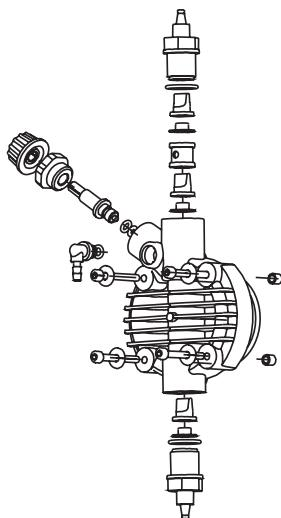

Fig. 10
2. Revise el funcionamiento de la bomba al menos cada 6 meses, así como la posición de los tornillos y de las juntas de impermeabilización. El control debe ser efectuado con más frecuencia en líquidos agresivos, prestando especial atención en la concentración de aditivo en la instalación. Su reducción podría ser debida al desgaste de las válvulas (en tal caso se deben sustituir siguiendo los pasos de la Fig.10) o al atasco del filtro, que se debe limpiar como se indica en el punto 3.
2. Como medida de prevención, saque toda el agua restante en el cuerpo de la bomba (**si se mezclará con el ácido sulfúrico generaría una gran cantidad de gas con el consiguiente recalentamiento de la zona e cuestión acarreando daños a la válvula y al cuerpo de la bomba**). También se puede efectuar esta operación de la forma siguiente: una vez la bomba está desconectada de la instalación, sujetela boca abajo por unos pocos segundos (15-30) sin que los tubos estén conectados a los empalmes. Si resulta imposible, desmontar y volver a montar el cuerpo de la bomba (Fig.10) utilizando los cuatro tornillos de fijación.